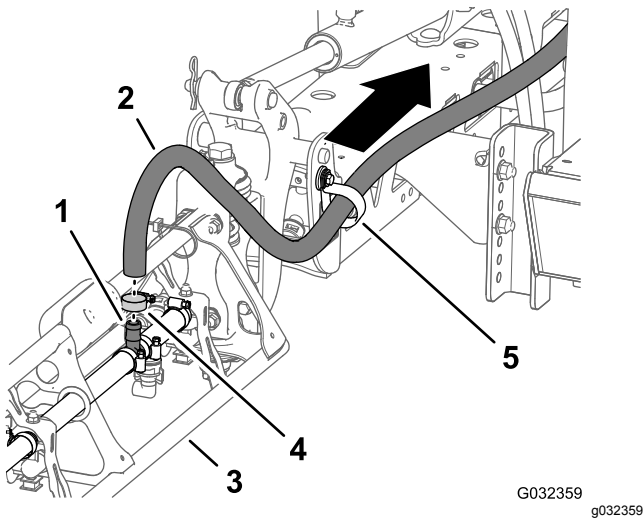

图 37
1. 在外部喷洒臂段取下将喷洒臂段的供水软管固定到宝塔 T 形接头的软管夹图 37。
2. 从 T 形接头上拆下软管 (图 37)。
3. 从 R 形夹上取下软管的自由端 (图 37)。